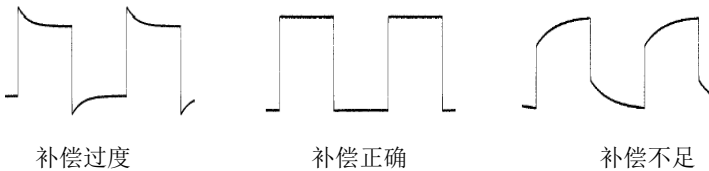

图 10 探头补偿
2. 检查所显示的波形形状并与图 10 所得波形进行对比。
3. 使用附件中提供的探头补偿调节棒调整探头上的低频补偿调节孔，直到显示的波形如上图 10 所示的“补偿正确”。